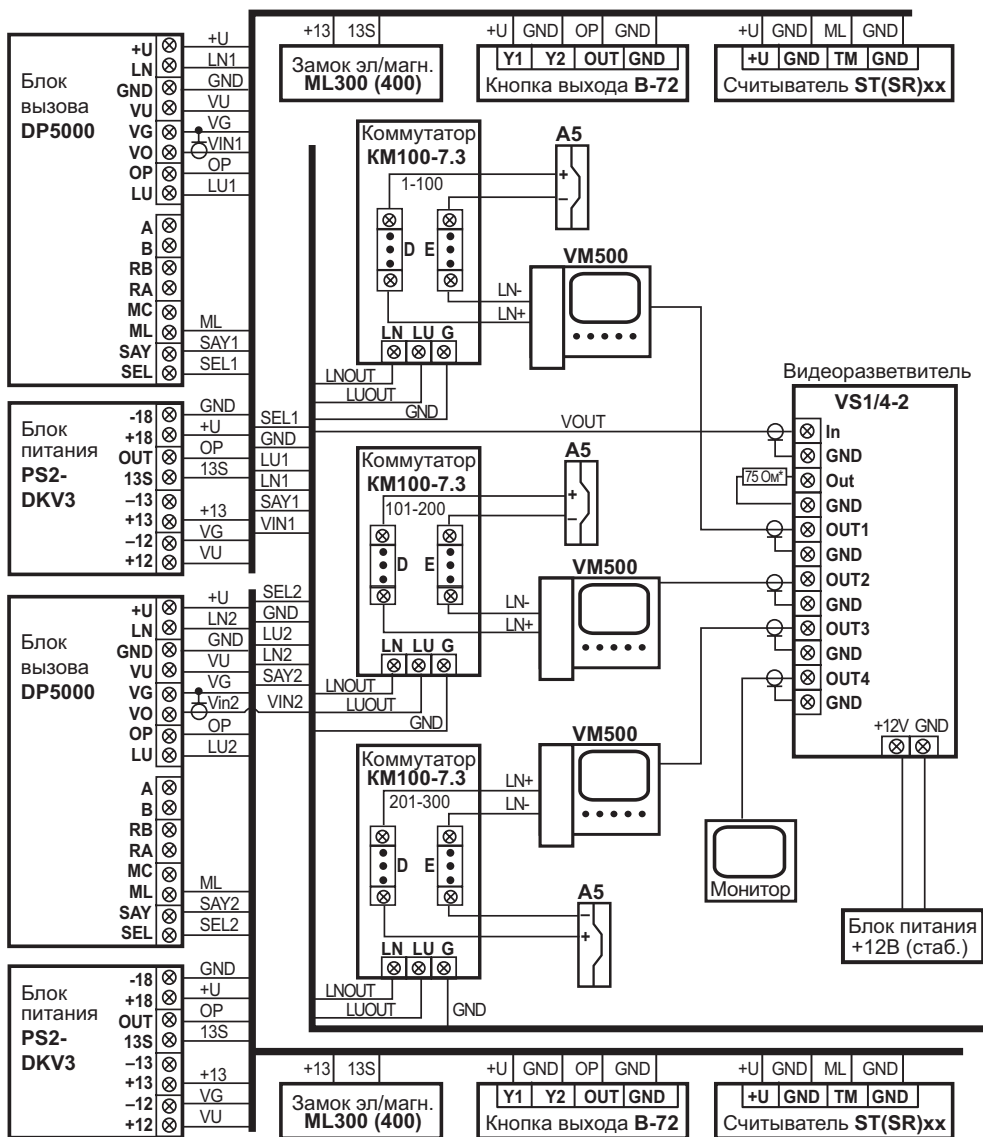

Рис.3 Пример схемы подключения DP5000 в составе
**Число устанавливаемых коммутаторов** зависит от количества квартир в подъезде. На представленном примере (*рис. 3*), используется три коммутатора KM100-7.3, т.к. число квартир в подъезде больше 200, но не превышает 300.
Электромагнитный замок подключается к БП и к БВ согласно схеме на *рис. 3*. Цепи коммутации электромагнитного замка в БП содержат схему размагничивания.